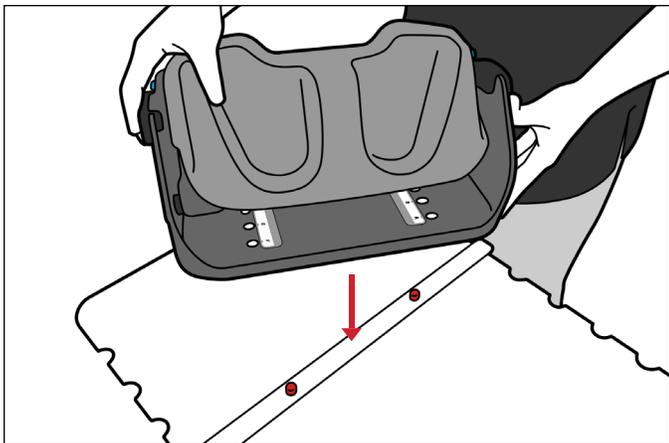

Figure 14
1. Installer le repose-pieds sur la barre de positionnement en alignant les trous souhaités avec les broches rouges de la barre de positionnement. (Figure 14)